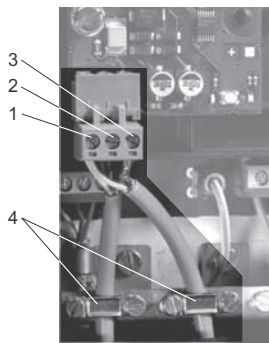

Fig. 2 Connexion du LON
Voir fig. 2.
1. Raccorder les conducteurs à la borne A (pos. 1).
2. Raccorder les conducteurs à la borne B (pos. 2).
3. Raccorder les extrémités torsadées du blindage à la borne "Blindage" (pos. 3).
La blindage doit être uniquement raccordé à la borne de blindage du module CIM 1XX LON. Voir fig. 2, pos. 3.
Le blindage du câble ne doit jamais être raccordé à la terre par la prise de masse. Voir fig. 2, pos. 4.